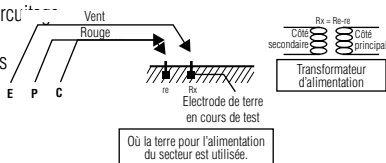

Figure 2
- (1) Cette méthode est conseillée quand la résistance de terre mesurée est supérieure à 10Ω ou quand il est impossible d'enfoncer des piquets de terre auxiliaires. Une valeur approximative de résistance de terre peut être obtenue par le système à deux fils illustré par la Fig. 2.
- (2) Mettre le sélecteur rotatif de fonction sur la position « EARTH VOLTAGE » (tension de terre) et appuyer pour tester. S'assurer que la tension de terre est inférieure à 10 V.
- (3) Mettre le sélecteur rotatif de fonction sur la position « 200 Ω » (tension de terre) et appuyer pour tester. Lire la résistance de terre. Si l'affichage indique « 1 » (MSD), passer sur la position « 2K Ω » et lire la résistance de terre.
- (4) La lecture obtenu Rx) est une valeur de résistance de terre approximative.